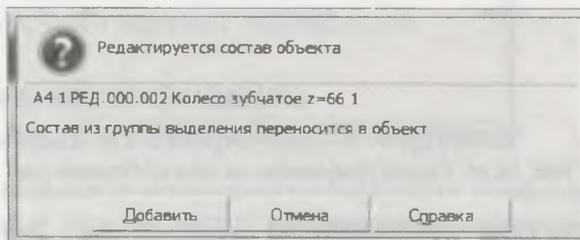

Рис. 15.16. Окно с сообщением системы
- ◆ в таблице щелкните ЛК мыши по строке **Вал редуктора**, а на панели **Управление** нажмите кнопку **Показать состав объекта**  или вызовите команду из контекстного меню. В появившемся окне с сообщением системы (рис. 15.16) нажмите кнопку **Добавить** для подтверждения добавления выделенной геометрии в объект спецификации;